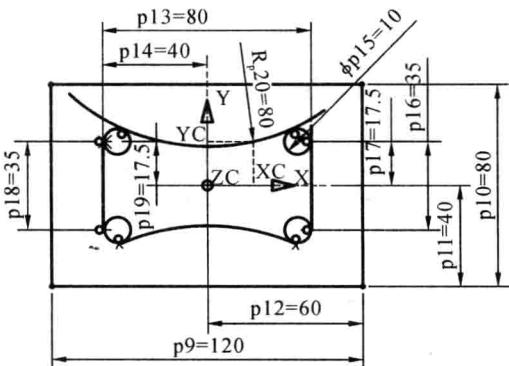

图 1-17 绘制另一个圆弧
(14) 重复第(11)~(13)步，绘制另一个圆弧，此时应选择圆的下半部分圆弧以选择圆和圆弧的相切约束，如图 1-17 所示。